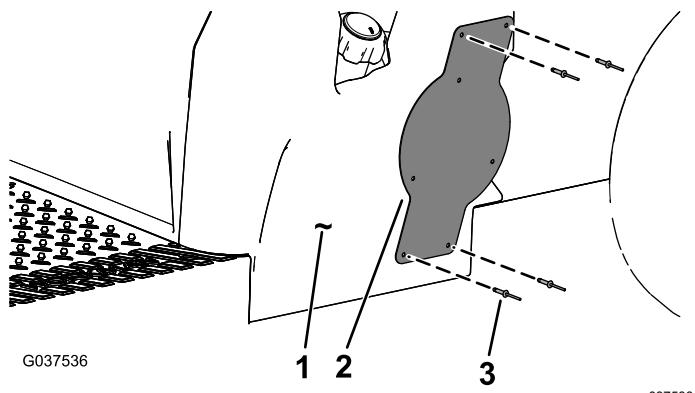

Рисунок 11
7. Установите монтажный кронштейн таблички на боковой стороне основания сиденья с помощью 4 закладных заклепок (3/16 x 15/16 дюйма), как показано на рис. Рисунок 11.